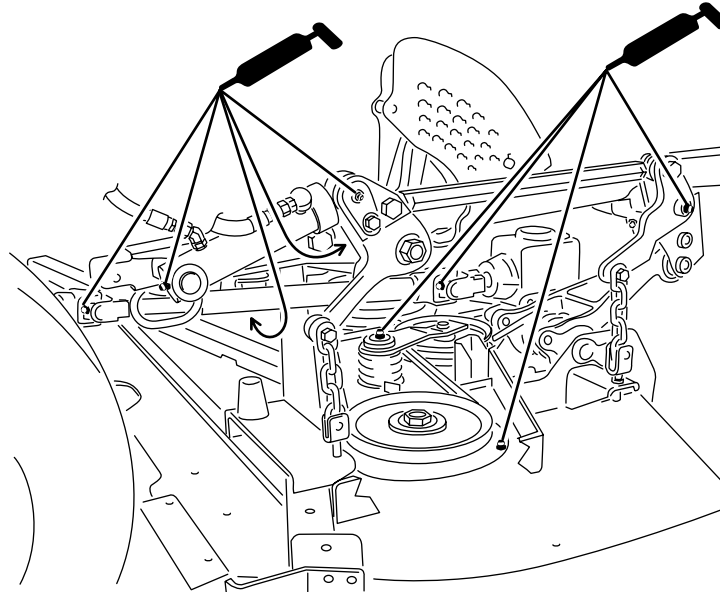

Bild 29
1. Wischen Sie die Schmiernippel ab, um das Eindringen von Fremdkörpern in die Lager oder Büchsen zu vermeiden (Bild 29).